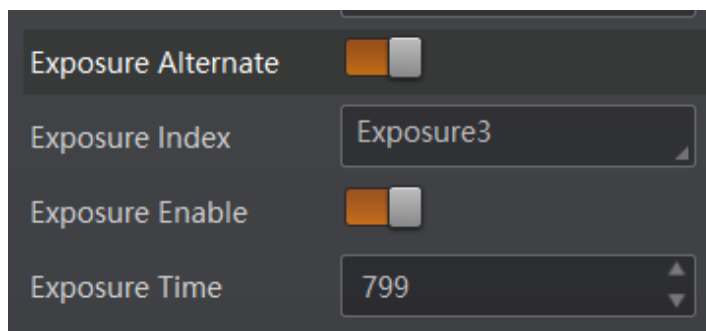

图4-11 交替曝光
5. 在 Exposure Time 中设置所选参数的曝光值，如图 4-11 所示。